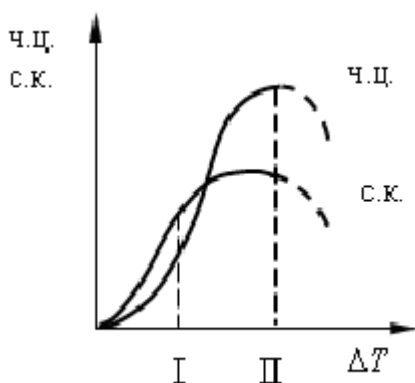

Рис. 1
7. По графику зависимости скорости роста кристаллов и числа центров кристаллизации от степени переохлаждения (рис.1) укажите величину зерна в зоне II: